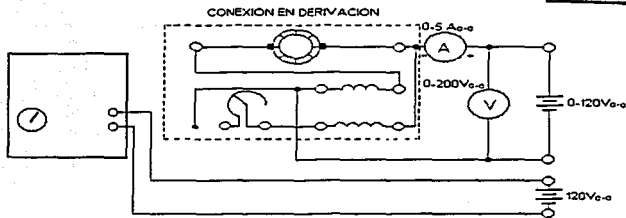

Figura 2
10. Incluir ahora el réostato y el campo en derivación como se ilustra en la figura 2.